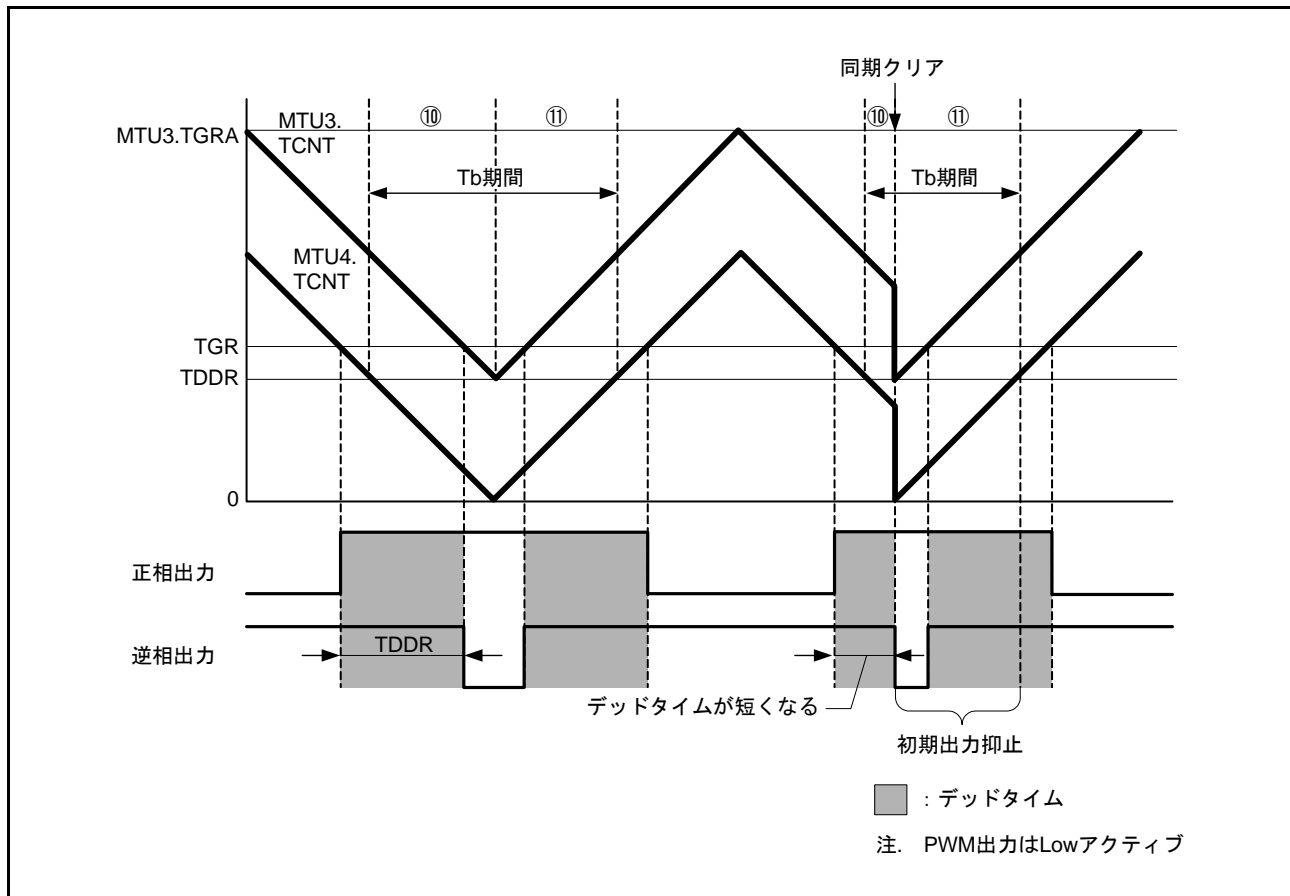

図 20.122 同期クリア例 (条件 1 の場合)
条件 1 : 初期出力の抑止期間⑩にて、PWM 出力がデッドタイム期間中に同期クリアした場合 (図 20.122 参照)。